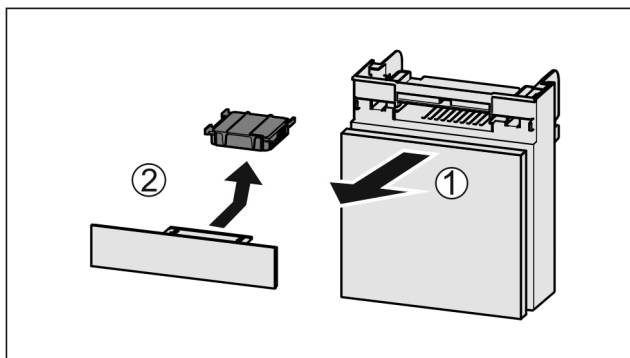

Fig. 157
- ▶ Estrarre il vano tirando in avanti Fig. 157 (1).
- ▶ Rimuovere il filtro a carboni attivi Fig. 157 (2).